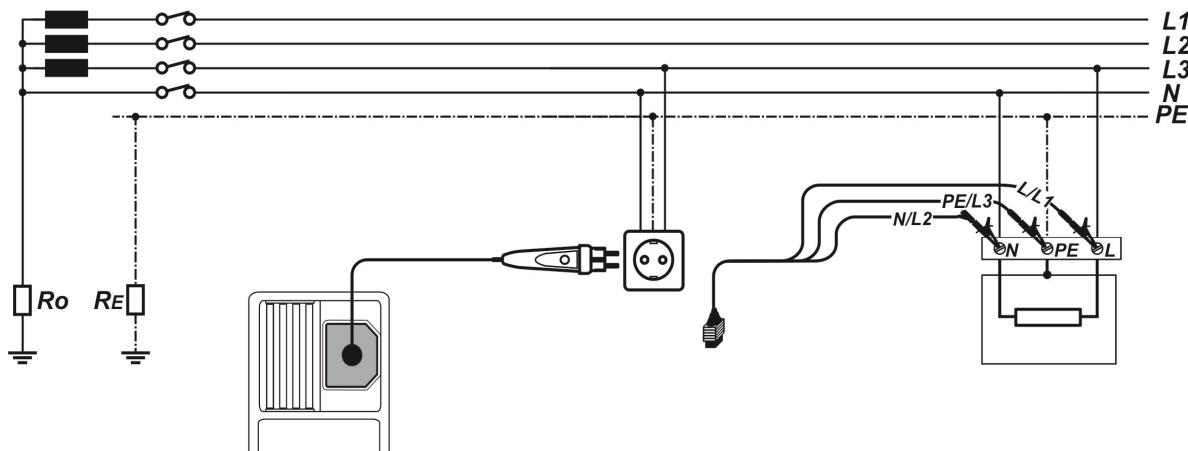

Abbildung 5.24: Anschluss des optionalen Commander-Prüfsteckers (044149)
- Kontaktieren Sie die Prüfleitungen an das Prüfobjekt (siehe Abbildung 5.24).